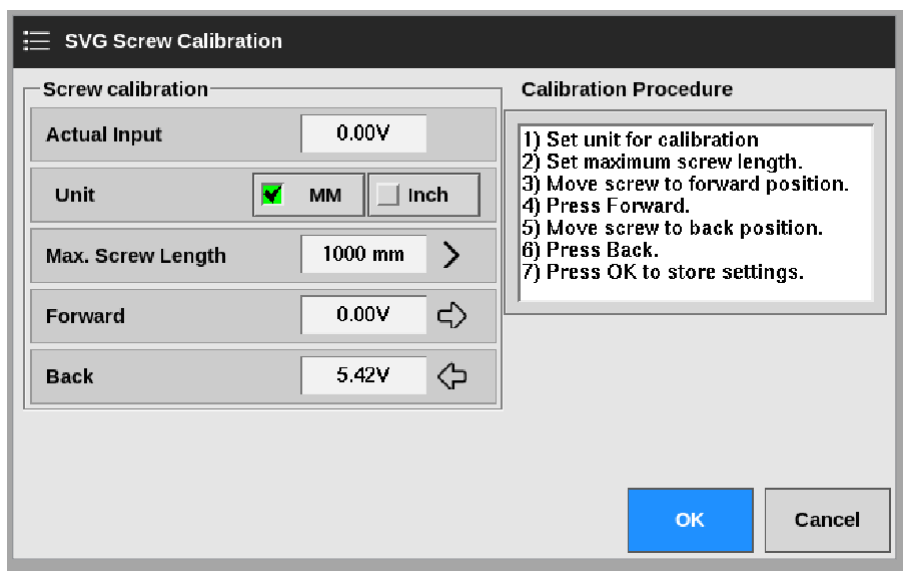

图14-2 SVG螺杆校准窗口
11. 按照“校准步骤”窗口中显示的校准步骤进行操作。请参见图14-2。